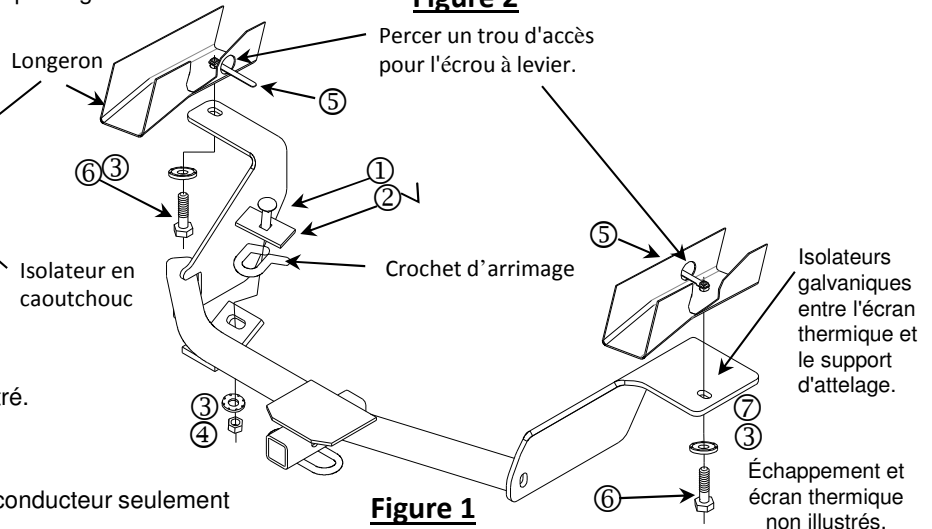

Figure 1
- Install the 1/2 carriage bolt and spacer as shown in Fig 1., to the tie down hook.
- Apply the clear galvanic isolators to the passenger side bracket as shown. Fig 1
- Raise the hitch into position and install conical washer and nut to tie down attachment, do not tighten down at this point. Fig 1.
- Feed the 1/2 fasteners through slots on both sides and install fasteners as shown Fig 1. Note: on passenger side sandwich the heat shield between the frame rail and the hitch.
6. Poser le boulon de carrosserie 1/2 po et l'espaceur sur le crochet d'arrimage, comme illustré à la Fig. 1.
7. Appliquer les isolateurs galvaniques transparents sur le support latéral d'attelage côté passager, comme illustré. Fig. 1
8. Soulever l'attelage en position et poser une rondelle conique et un écrou au point de fixation du crochet d'arrimage, ne pas trop serrer pour l'instant. Fig. 1.
9. Insérer les fixations 1/2 po à travers les fentes des deux côtés, puis les poser comme illustré à la Fig. 1. Remarque : Du côté passager, intercaler l'écran thermique entre le longeron et l'attelage.
- Instale el perno de carruaje de 1/2" y el espaciador como se muestra en la Fig 1., en el gancho de amarre.
- Aplique los aislantes galvánicos transparentes al soporte del lado del pasajero como se muestra. Fig. 1.
- Levante el enganche a la posición e instale la arandela cónica y la tuerca a la unión de amarre, no apriete más en este punto. Fig. 1.
- Inserte los tornillos de 1/2 a través de las ranuras en ambos lados e instale los tornillos como se muestra en la Fig. 1. Nota: En el lado del pasajero el protector de calor queda inserto entre el larguero del bastidor y el enganche.